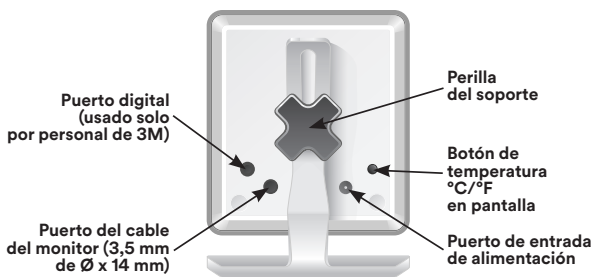

Figura 2-4: Parte trasera de la unidad de control
2. Conecte la fuente de alimentación en el puerto de entrada de alimentación situado en la parte trasera de la unidad de control (consulte la figura 2-4). Enchufe la fuente de alimentación a una toma apropiada. Se encenderá la pantalla de puesta en marcha y pasará a la de espera.
4. Si así lo desea, puede usar un cable de monitor para conectar la unidad de control al monitor del paciente a través del puerto que está situado en la parte trasera de la unidad (consulte la figura 2-4).
La unidad de control puede mostrar mediciones de temperatura en Celsius o en Fahrenheit. La unidad se preconfigura en Celsius en la fábrica. Para cambiar las unidades de medidas que se muestran, pulse el botón de temperatura en pantalla situado en la parte trasera de la unidad de control (consulte la figura 2-4) mientras esté encendida.